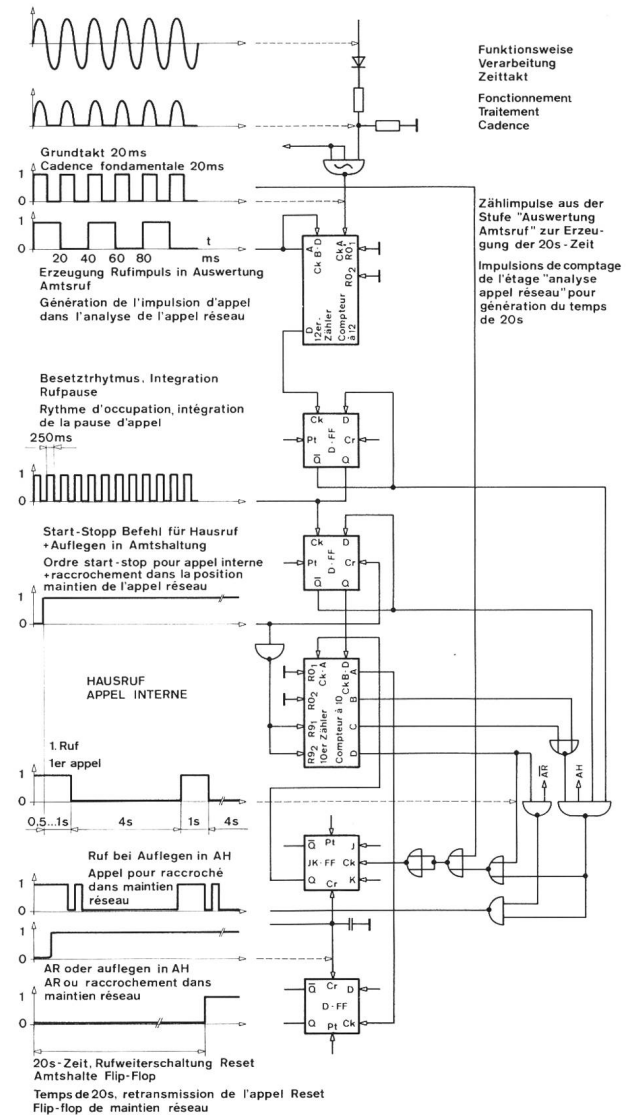

Fig. 9 Verarbeitung Zeittakt - Traitement de la cadence
**Verarbeitung Zeittakt.** In diesem Schaltungsteil (Fig. 9) werden alle Zeitfunktionen und Rhythmen, die die Zentrale benötigt, erzeugt. Als Grundtakt wurde die Netzfrequenz 50 Hz gewählt. Die Anzapfung erfolgt an der 70-V-Wicklung des Netztransformators. Diese Spannung wird gleichgerichtet und mit einem integrierten Schmitt-Trigger in ein Rechtecksignal mit der Periodenlänge 20 ms umgewandelt.
**Traitement de la cadence.** Dans cette partie (*fig. 9*) sont engendrés tous les rythmes et fonctions temporisées nécessaires au central. La fréquence du secteur de 50 Hz a été choisie comme cadence fondamentale. La prise est faite à l'enroulement 70 V du transformateur d'alimentation. Cette tension est redressée et transformée en un signal rectangulaire ayant une période de 20 ms.